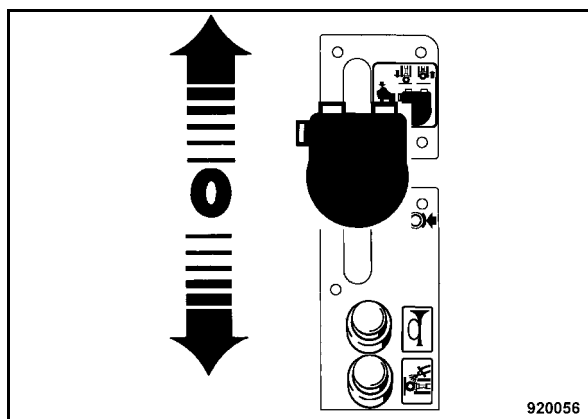

Fig. 90
- Porre la leva di marcia (Fig. 90) in direzione avanti o indietro.